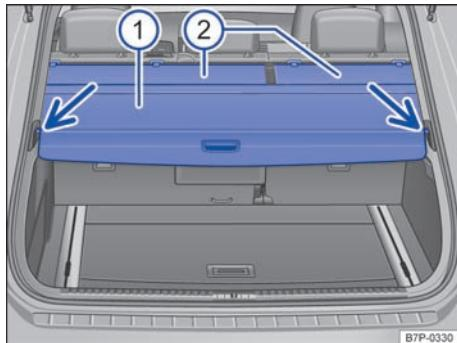
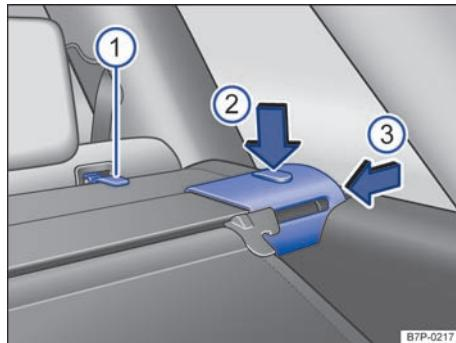

图 120 行李箱内：行李箱盖板已关闭
图 121 行李箱内：拆卸行李箱盖板
- 必要时将间隙盖板 ⇒ 图 120 ② 从后座椅靠背的固定环中取下 ⇒ 图 121 ①。
- 必要时将间隙盖板 ⇒ 图 120 ② 重新挂入后座椅靠背的固定环内 ⇒ 图 121 ①。
- 通过手柄将行李箱盖板 → 图 120 ① 略微向后拉。
- 将行李箱盖板从侧面固定支架 → 图 120 (箭头) 向下取下，然后用手将行李箱盖板向前送。
- 将卷回的行李箱盖板 ① 均匀地向后拉。
- 将行李箱盖板挂入左侧和右侧的侧面托架中 → 图 120 (箭头)。
- 必要时将间隙盖板 ② 从后座椅靠背的固定环中取下 → 图 121 ①。
- 将解锁按钮 ② 向下按压，然后将行李箱盖板推到一起 ③。
- 首先将行李箱盖板 → 图 120 ① 置于左侧支座中。
- 将解锁按钮 ⇒ 图 121 ② 向下按压，然后将行李箱盖板推到一起 ③。